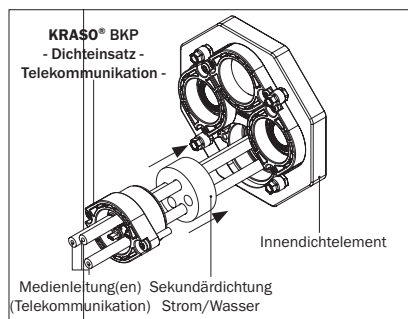

Abbildung 13.4: Montage **KRASO® BKP - Dichteinsatz - Strom/Wasser** - innenseitig
- Schieben Sie den **KRASO® BKP - Dichteinsatz - Telekommunikation** - mit der Gummidichtung voraus über die Medienleitung(en) bis in das Innendichtelement des **KRASO® Bauherren-Komfortpakets - Wand - ESH**. Beachten Sie, dass die Schraublöcher am Dichteinsatz und die Kernlöcher im Innendichtelement übereinander liegen (s. Abbildung 13.4).